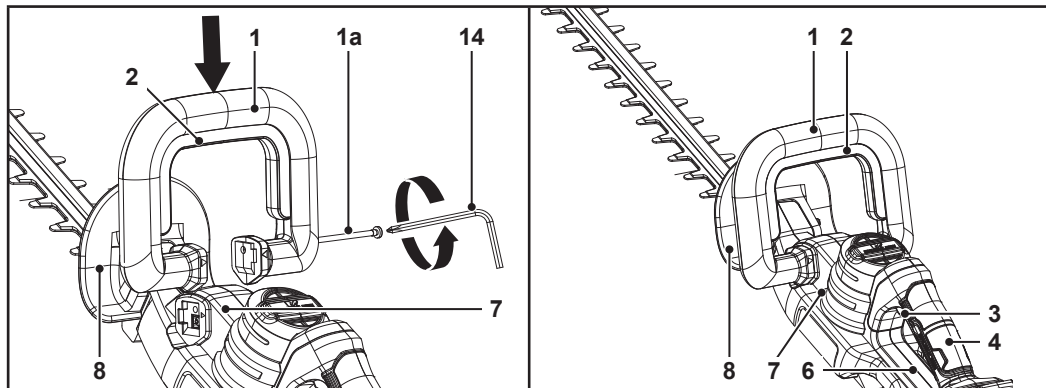

Fig. 1
1. Utilice la llave hexagonal/el destornillador de estrella (14) para retirar el perno largo (1a) de la empuñadura delantera (1) (Fig. 1).
2. Coloque la empuñadura delantera (1) de modo que las flechas de los extremos apunten hacia las entradas de la carcasa (7) (Fig. 1).
3. Deslice la empuñadura delantera (1) por las entradas de la carcasa (7) hasta que quede bloqueada en su sitio (Fig. 1).
4. Fije la empuñadura delantera (1) con el perno largo (1a) y la llave hexagonal/destornillador de estrella (14) (Fig. 1).
**Protección de seguridad delantera (8), protección trasera (6):** Estos elementos protegen las manos contra las partes afiladas de las ramas recortadas que puedan salir disparadas o rebotar (Fig. 1).